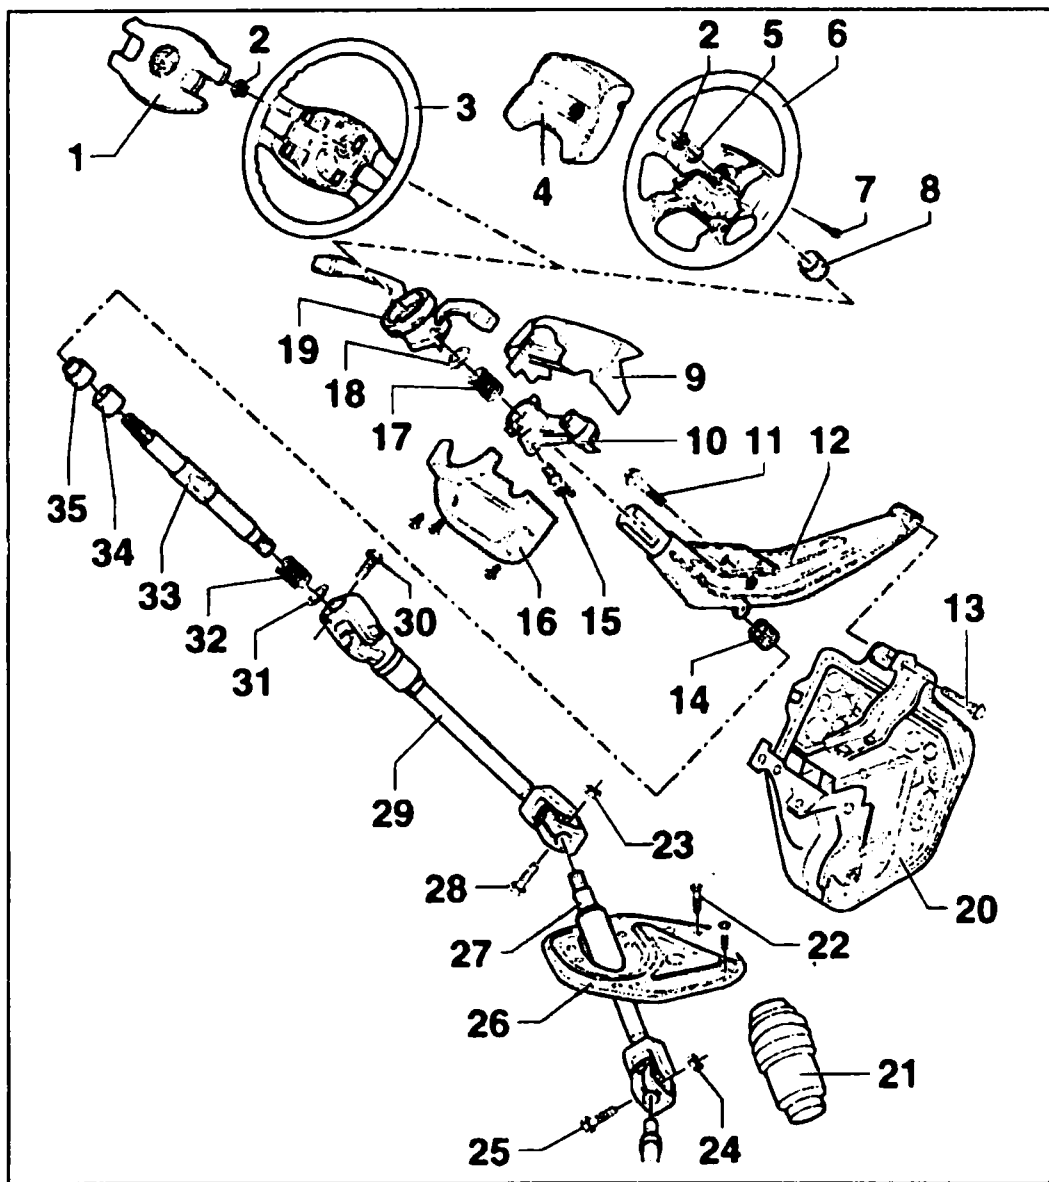

Рис. 8.5 Устройство рулевой колонки
◆ Снизу автомобиля отсоедините с обеих сторон опоры стабилизатора и снимите их. Способ соединения промежуточного вала с валом ведущей шестерни рулевой передачи показан на рис. 8.5.
Рулевой механизм устанавливается в обратном порядке. Крепежные детали поз (7), (23), (24), (25), (28) (см. рис. 8.5) необходимо заменять при каждой разборке.